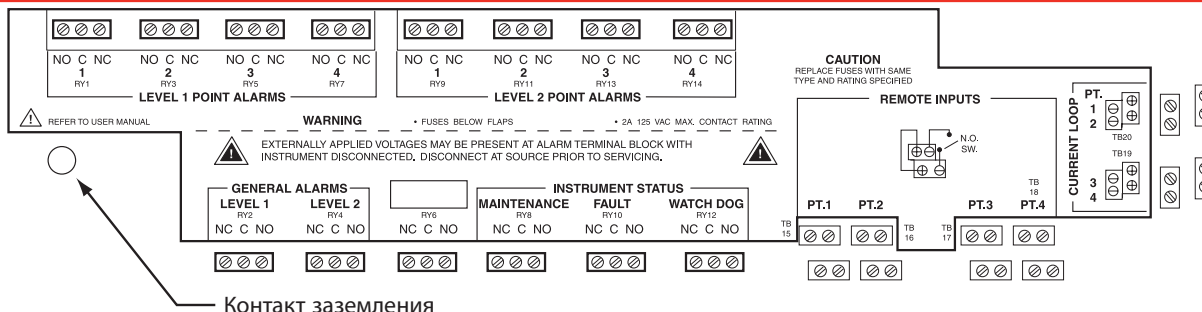

Рис. 3-11. Соединения панели ввода/вывода
Контактные колодки для разъемов реле размещены на панели реле. См. рис. 3-11. Имеются следующие реле:
- Подсоедините провода к контакту панели ввода/вывода в нижнем левом углу. См. рис. 3-11